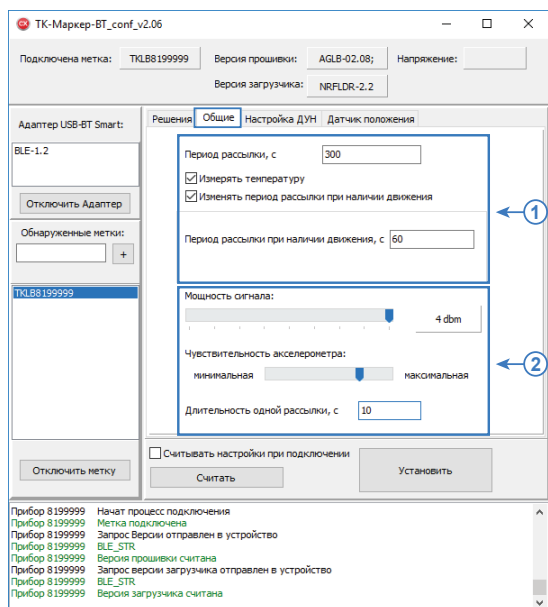

Рис.15. Общие настройки.
### Параметры рассылки данных (Рис. 15, п.1)
## Мощность сигнала Bluetooth и чувствительность акселерометра (Рис. 15, п.2)
• **Длительность одной рассылки (Рис.15, п.2).**